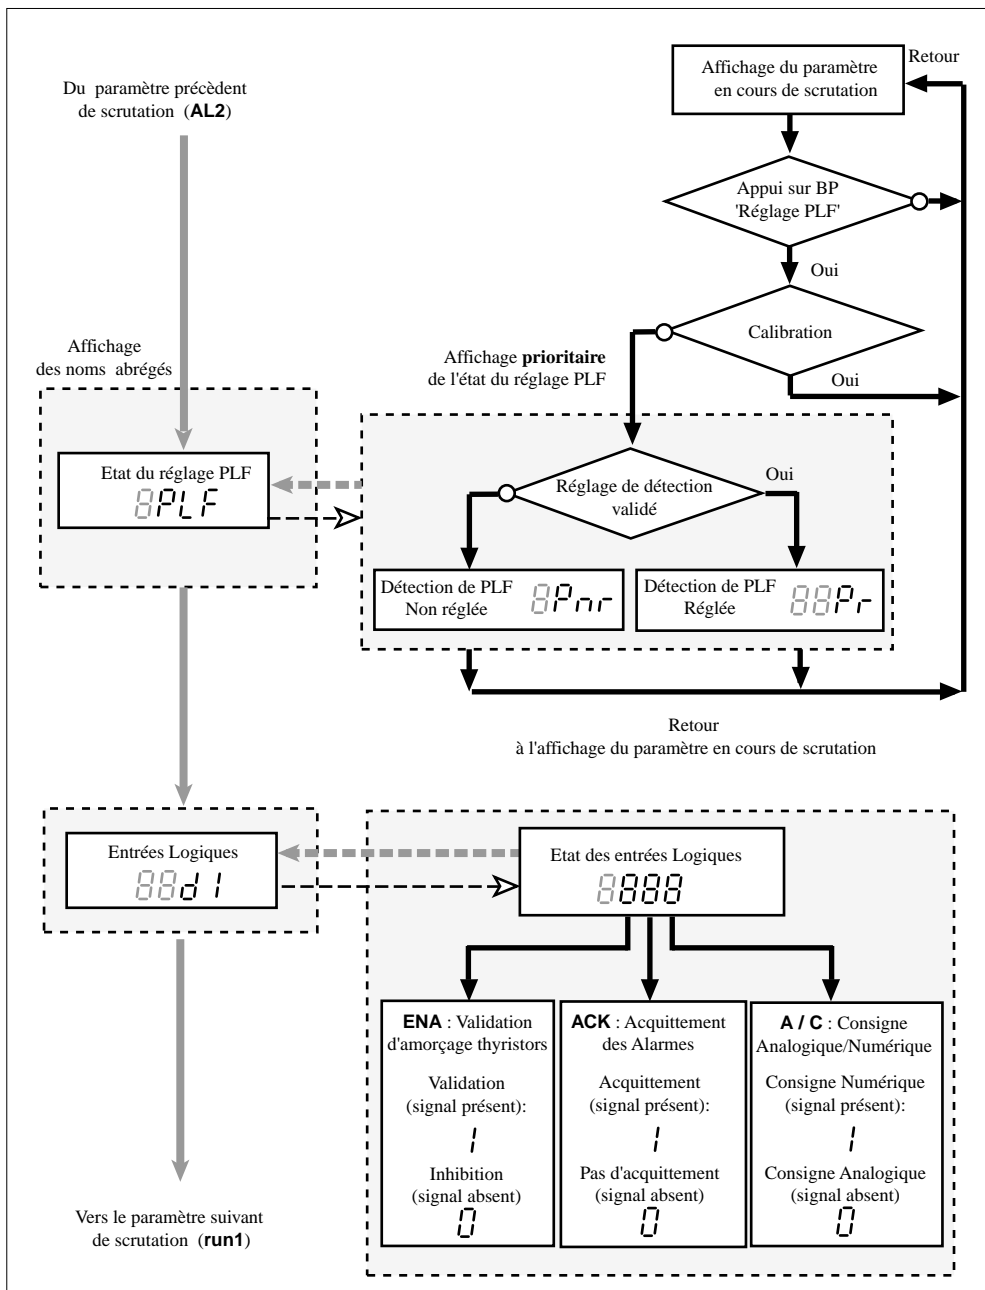

Figure 7-7 Séquence des messages de l'afficheur de l'état du gradateur
- **Un appui** sur le bouton-poussoir PLF (BPP) interrompt la séquence normale des messages pour afficher l'information l'état du réglage (réglage ou le non-réglage) de détection de défaut de charge (pour les détails voir la figure 7-7).